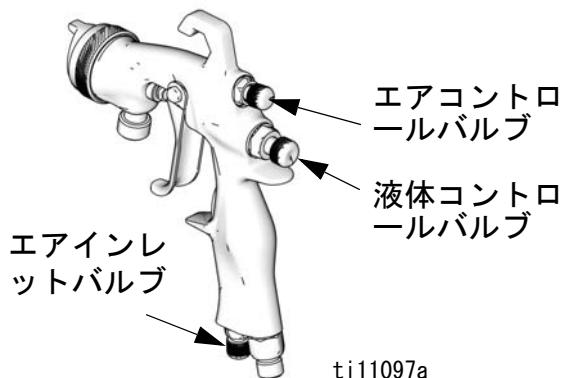

図 3
- 完全なファンパターンを得るには、エアコントロールバルブを反時計回りに回します。図 3 を参照してください。
- 丸いパターンを作成するには、時計回りにエアコントロールバルブを完全に回わすことによって、パターンエアをオフにします。図 3 を参照してください。